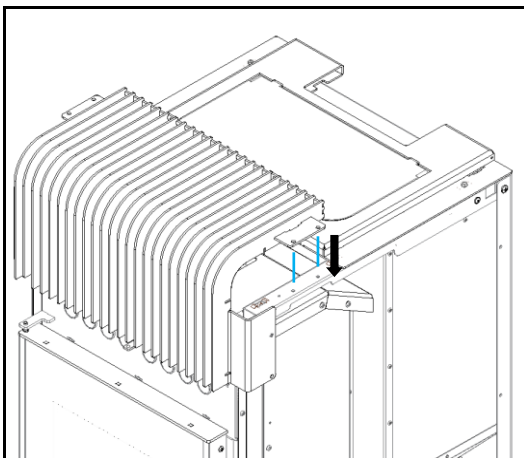

Figura 85 – Colocación de la rejilla frontal
b) Adjuntar la rejilla delantera haciendo coincidir los orificios de la rejilla con los orificios de los equipos (Figura 85).